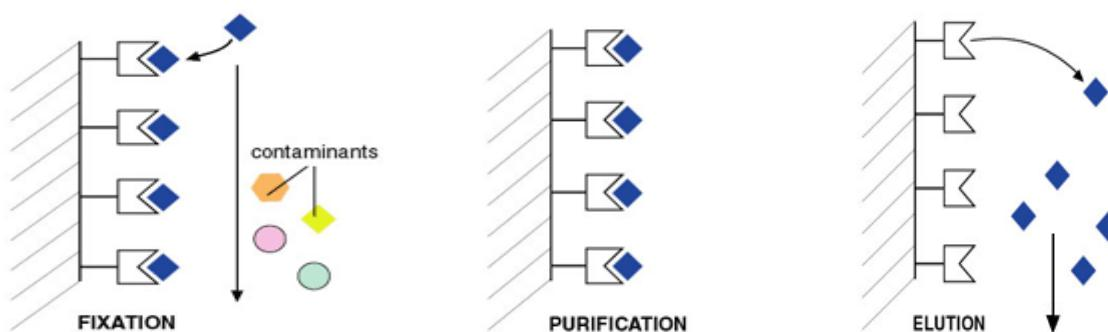

Figure 1 : Les trois étapes d'une chromatographie d'affinité
2. Appareillage : Les appareils de chromatographie gazeuse sont principalement composés de (fig. 1):
- **Détecteur**, qui va permettre de mesurer le signal émis par les différentes molécules et de pouvoir les identifier : *spectrométrie de masse (MS)* ou la *spectroscopie infra-rouge (IR)*; détecteur électrique (TCD), détecteur à ionisation de flamme (FID), ,